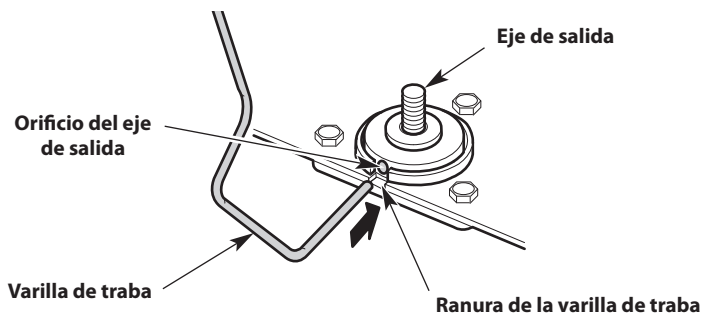

Fig. 16
1. Alinee el orificio del eje de salida con la ranura de la varilla de traba. Inserte la varilla de traba en la ranura de la varilla de traba y en el agujero del eje de salida (Fig. 16).
4. Alinee el orificio del eje de salida con la ranura de la varilla de traba. Inserte la varilla de traba en la ranura de la varilla de traba y en el agujero del eje de salida (Fig. 16).